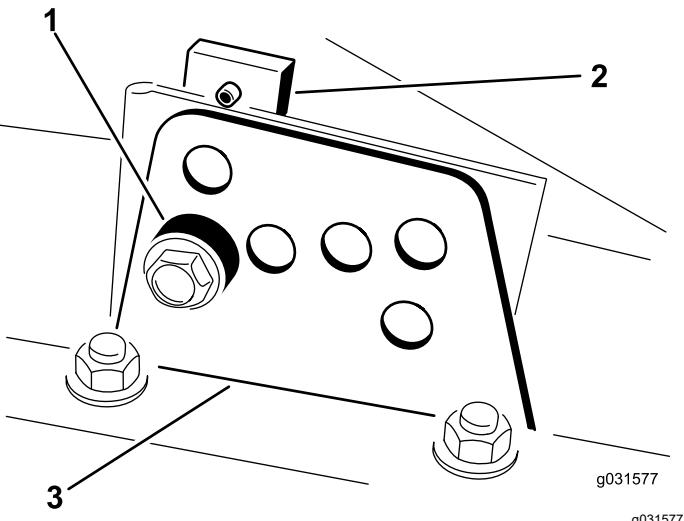

Рисунок 18
и боковых сторон), как показано на Рисунок 18.
- Удерживая камеру, снимите проставку (Рисунок 18).